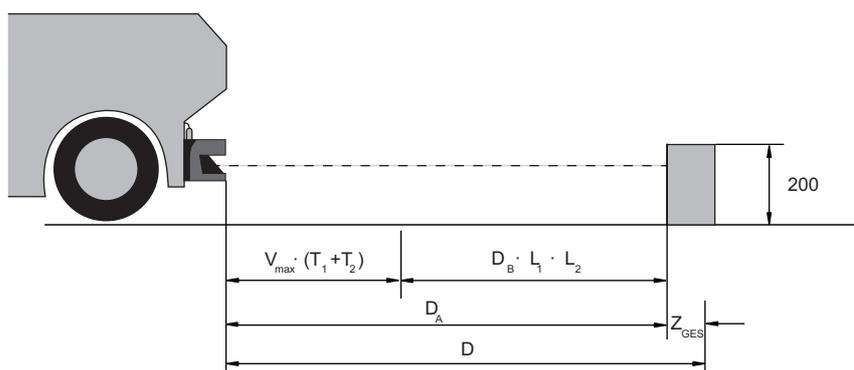

Figura 6.17: Protección de zonas de peligro móviles, cálculo de la distancia mínima D necesaria
- ↪ Sitúe los campos de protección verticales ligeramente oblicuas, de manera que los bordes inferiores de los campos de protección sobresalgan en el valor de los suplementos Z_{SM} , Z_F y, dado el caso, Z_{REFL} por encima del ancho del vehículo (ver figura 6.17).